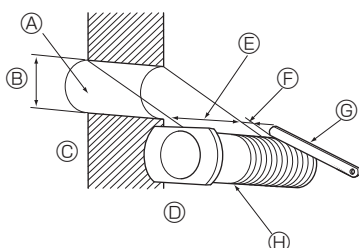

Fig. 3-6
3.4.1. Esecuzione di fori (Fig. 3-6)
- ① Praticare fori di $\varnothing$ 65 mm o $\varnothing$ 75 mm e circa 5–7 mm di profondità, con leggera angolazione verso il basso e l'esterno dalla stanza.
- ② Inserire le maniche dei fori della parete nei fori.
① Foro nel muro
② Diam. di 65 mm o 75 mm
③ Lato interno
④ Sezione foro muro
⑤ Spessore muro
⑥ Una misura del righello
⑦ Tagliare lasciando una lunghezza extra pari alla lunghezza della misura del righello.
⑧ Manica foro muro